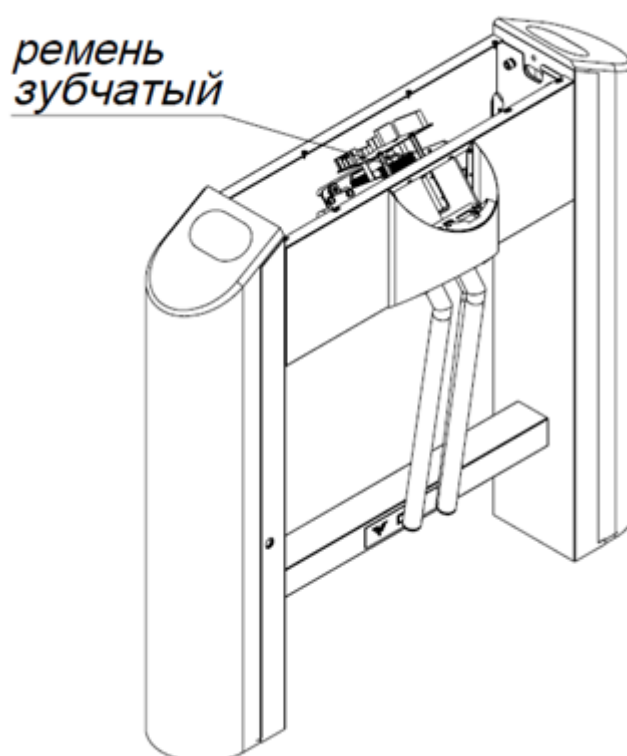

Рис. 8
4.4. Проверьте состояние зубчатого ремня и его натяжение (рис. 8).